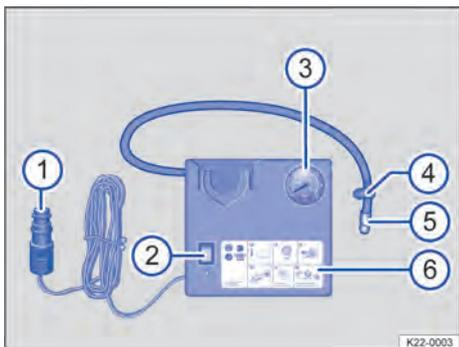

Fig. 201 Representação esquemática: compressor de ar do kit de reparo dos pneus.
- Rosquear a mangueira de enchimento dos pneus → Fig. 201 ⑤ do compressor de ar com firmeza na válvula do pneu.
- Certificar-se de que o parafuso de sangria de ar → Fig. 201 ④ esteja fechado.
- Conectar o conector do cabo de 12 V → Fig. 201 ① numa tomada 12 V no veículo → Página 183.
- Ligar o compressor de ar com o interruptor LIG/DESL → Fig. 201 ②.
- Deixar o compressor de ar funcionar até atingir 2,0 – 2,5 bar (29 – 36 psi / 200 – 250 kPa). **Tempo de funcionamento máximo: 8 minutos** → ⚠, → ①.
- Reconectar a mangueira de enchimento dos pneus → Fig. 201 ⑤ e ler a pressão dos pneus no indicador da pressão dos pneus → Fig. 201 ③.